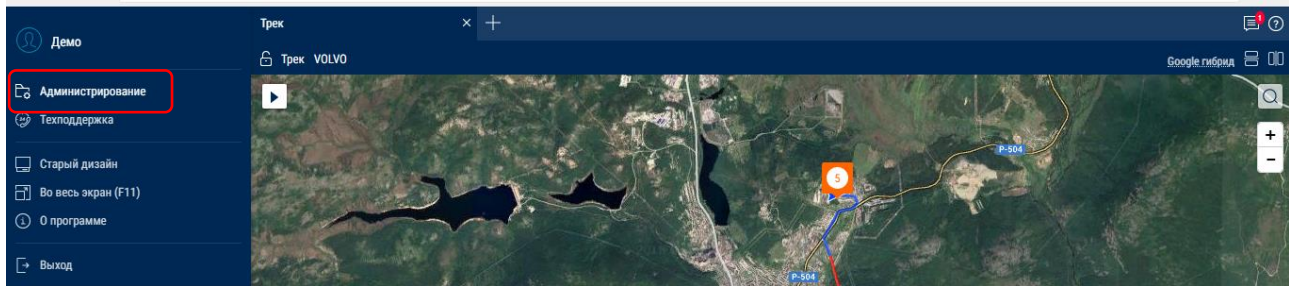

Рисунок 1.14 – Выбор вкладки **Администрирование**
8. Выберите вкладку **Администрирование** (рисунок 1.14).